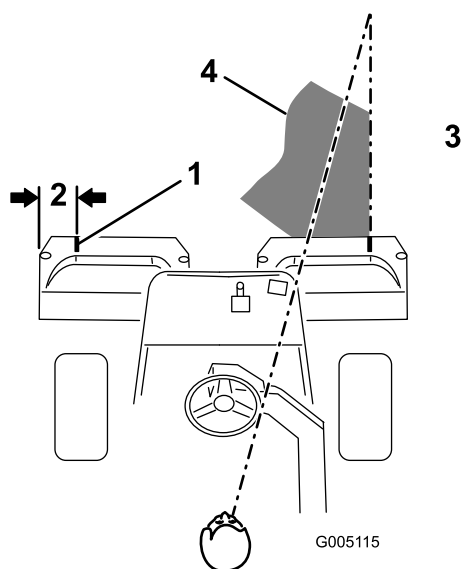
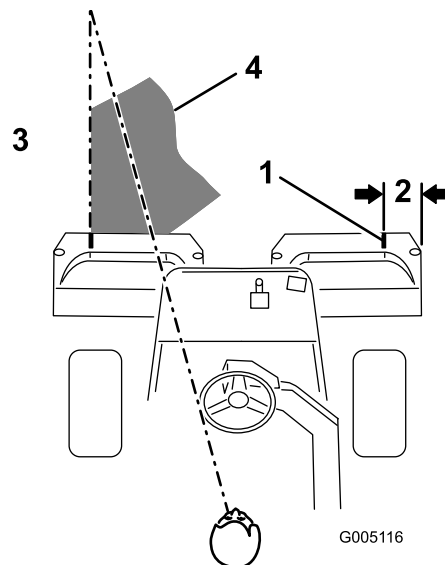

図 29
図 30
2. その位置に白色テープか白ペンキで集草箱の縁と平行に目印を入れる 図 29。
3. 行きと帰りでのオーバーラップができるだけ小さくなるように運転します。グリーン内をぶれずにきれいに直進し、刈り込みの済んだ列との距離を一定に保って走るためには、車体前方 1.8 から 3 m のところに視線を置いて、刈り込み済みの済んでいる列にラインを合わせるようにするのがコツです(図 29および図 30)。ハンドルを目印にして距離を合わせても良いでしょう。その場合、ハンドルの縁と本機前方の目標ラインとを重ねて見ながら運転します(図 29と図 30)。